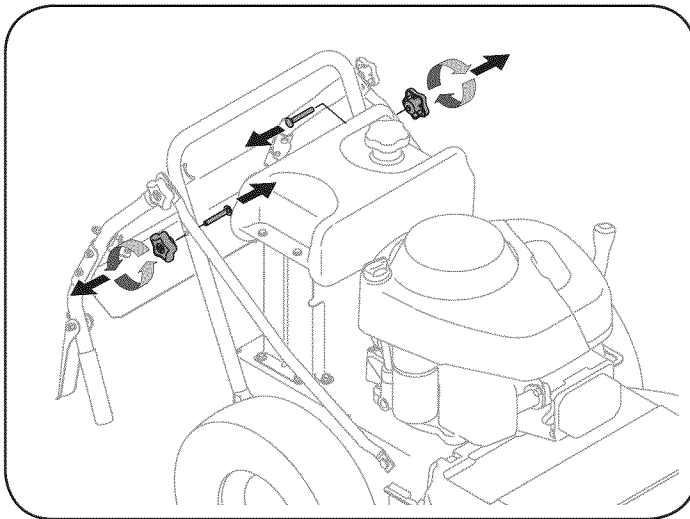

Figura 2
1. Retire las perillas en estrella inferiores y los tornillos del carro de la manija inferior, Figura 2.